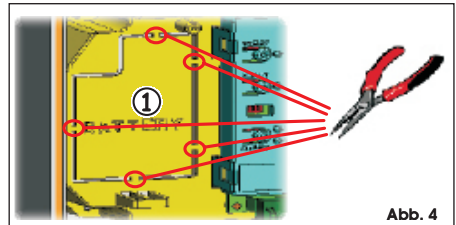

Abb. 4
Diese Halterung (Bez. ①, Abb. 4) wurde so ausgebildet, dass die Öffnung des Batteriefachs möglich ist.